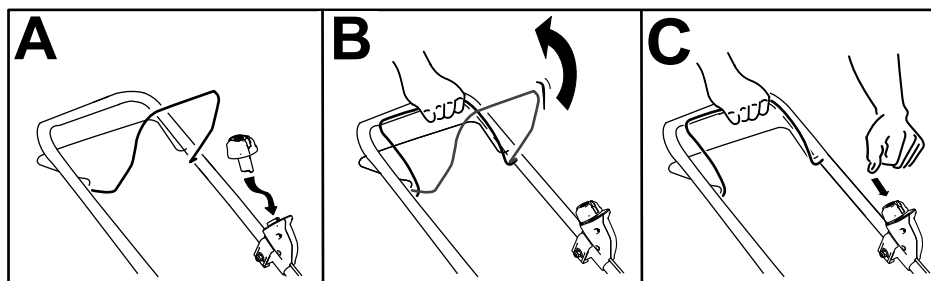

Рисунок 10
2. Вставьте кнопку электрического запуска в переключатель электрического запуска (вид А на Рисунок 10)
3. Потяните штангу управления ножом в направлении рукоятки и удерживайте ее (Рисунок 10).
4. Нажмите кнопку электрического запуска и держите нажатой, пока двигатель не запустится (вид С на Рисунок 10).